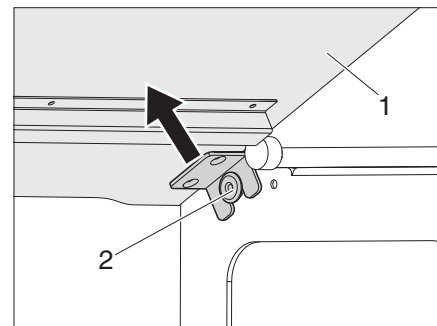

Figure 25 Tourillons
- Presser la rallonge de lit (Figure 25,1) hors des tourillons (Figure 25,2) à gauche et à droite.